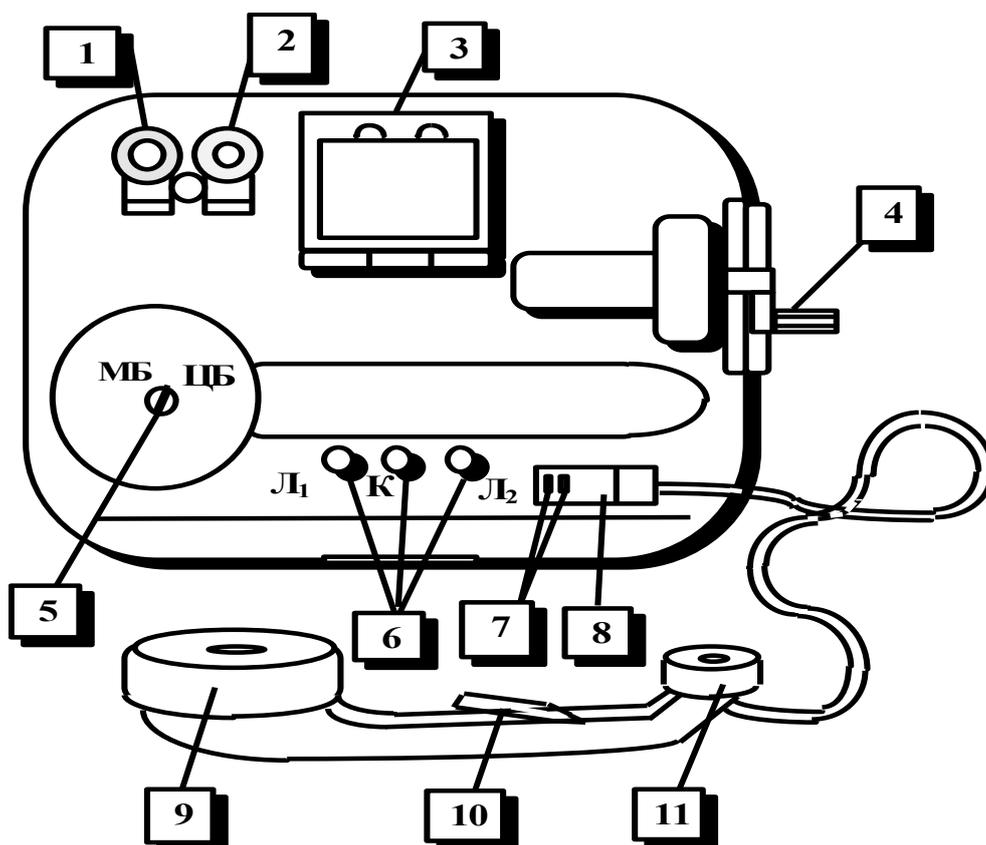

Рис. 1. Схема телефонного аппарата ТА-57
4. Зарисуйте в тетрадь схему телефонного аппарата, изображенную на рис. 1.